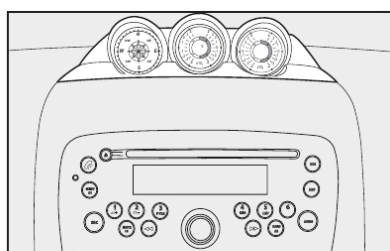

fig. 39
**INCLINÔMETROS - fig. 39 e 40**
**BÚSSOLA - fig. 39 e 40**